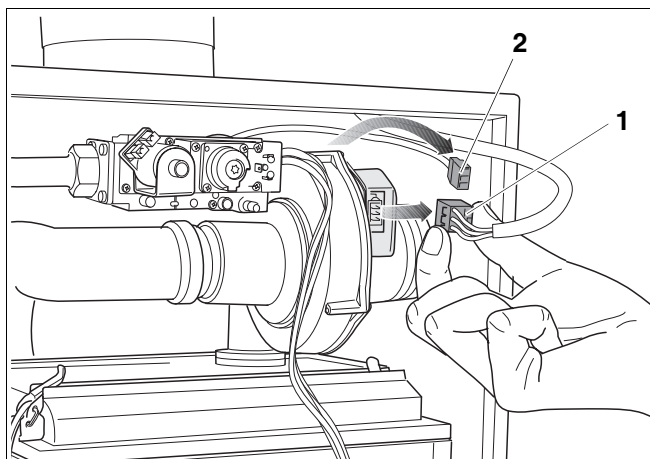

Fig. 112 Stik på ventilatoren løsnes
- Tag stikket til spændingstilslutningen (fig. 112, **pos. 1**) på ventilatoren af.
- Tag stikket til takokablet (fig. 112, **pos. 2**) på ventilatoren af. Løsn låsen på stikket ved at trykke på den.